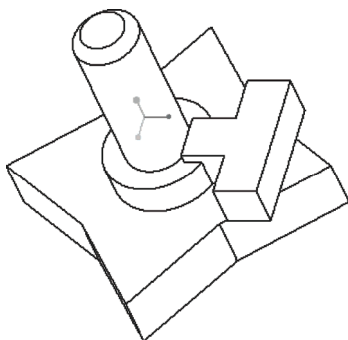

图 10-18 装配第三个零件
6) 系统提示“状况：完全约束”。在“元件放置”选项卡中单击  (完成) 按钮，完成第三个零件的装配，效果如图 10-18 所示。